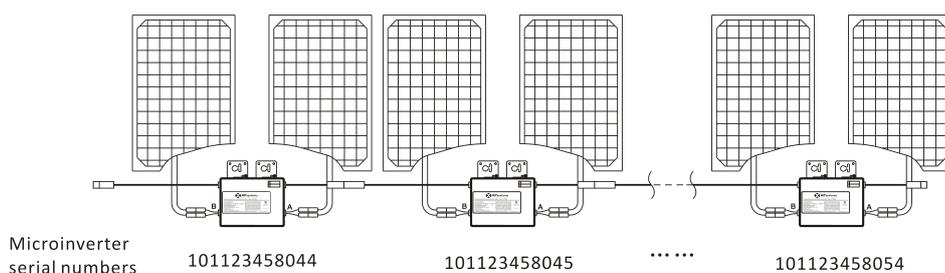

Figura 12
- Cada Microinversor APsystems vem com duas etiquetas de número de série removíveis. Retire as etiquetas e cole uma delas na respectiva localização, no mapa de instalação A/B, no rótulo abaixo (Figura 13) de acordo com o layout do telhado (Figura 12). Em seguida, cole a outra etiqueta no quadro do módulo fotovoltaico, de forma que possa ser vista facilmente. Os cartões de garantia podem ser obtidos no apêndice deste manual ou no site da APsystems: [www.APsystems.com](http://www.APsystems.com)